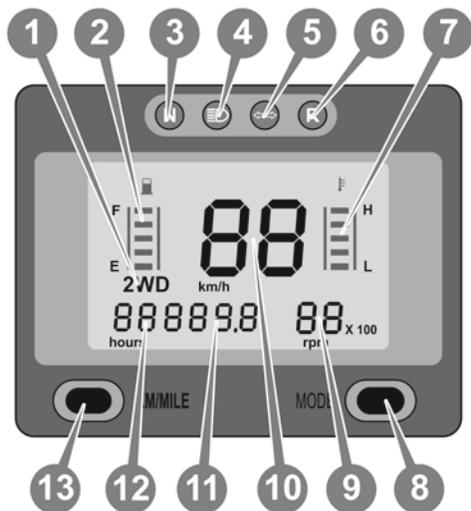

Рисунок 3.4.
Индикаторная панель состоит из жидкокристаллического табло, светодиодных индикаторов и кнопок управления табло. Расположение и значение элементов панели показано на рис. 3.4.
Исходной позицией является среднее положение рычага – «нейтраль» («N») (см. рис. 3.7.). В этом положении рычага автоматическая трансмиссия заблокирована от включения при любых оборотах двигателя. Положение рычага в позиции «нейтраль» сопровождается включением индикатора (3) «N» на индикаторной панели (см. рис. 3.4).